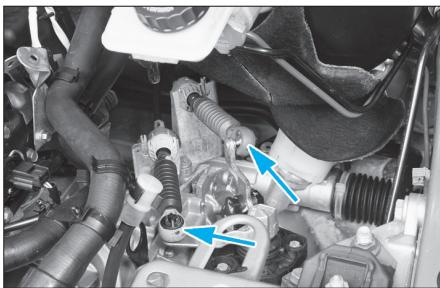

FIG. 8
- Dégrafer les câbles de commande et de sélection de vitesses sur la boîte (Fig.8) :
• Dégrafez les câbles de commande et de sélection de vitesses sur la boîte (Fig.8) :